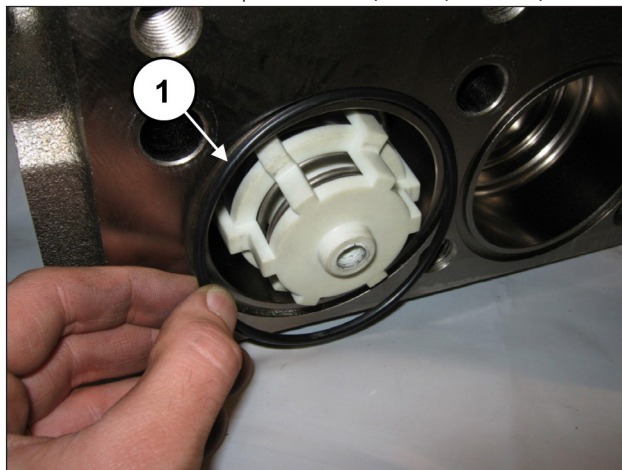

Рис. 157
Установите фронтальное уплотнительное кольцо круглого сечения на всасывающие клапаны (поз. ①, Рис. 157).